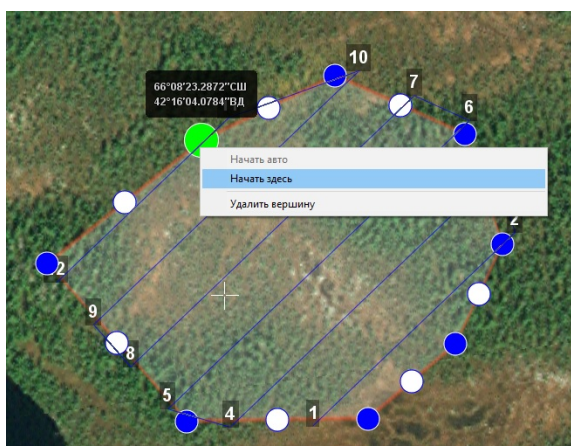

Рис. 49: Изменение точки входа в полигон
3. В появившемся контекстном меню выберите пункт **Начать здесь** (рис. 49);